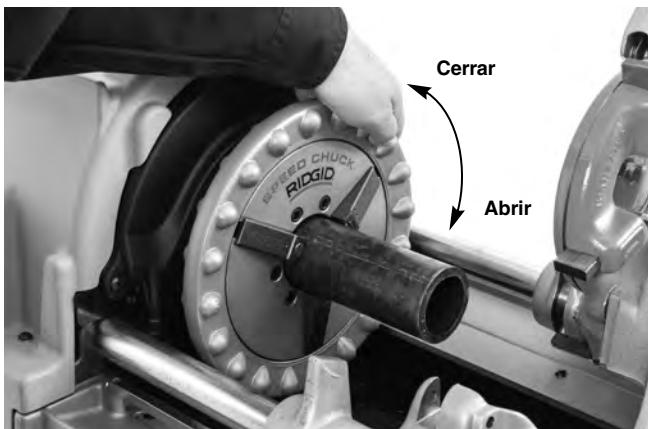

Figura 16 – Colocación del tubo en el mandril
Abra por completo los mandriles de la roscadora. Para la roscadora de mandril manual, gire la rueda delantera del mandril hacia la derecha (vea la *Figura 16*). Para la roscadora de mandril automático, coloque el commutador RETROCESO/APAGADO/AVANCE (2/0/1) en la posición RETROCESO (2), y luego oprima y suelte el interruptor de pie.
Gire el volante del mandril delantero hacia la izquierda (mirando desde el frente de la máquina), para agarrar el tubo (*Figura 16*). Asegure que el tubo esté centrado en las piezas de inserción. Gire el volante enérgicamente varias veces a la izquierda para fijar el tubo en el mandril delantero.